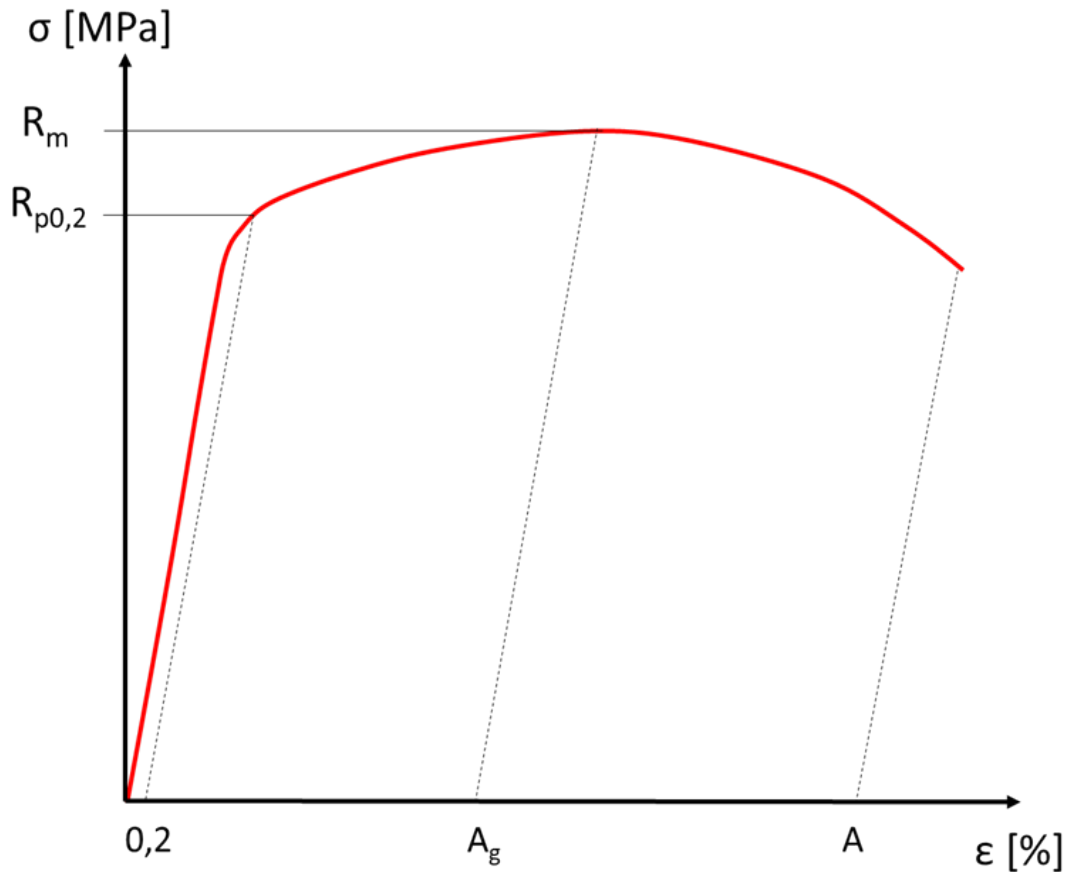

Abbildung 3: Spannungs-Dehnungs-Diagramm von Aluminium
Trittläche, Gabel und Lenker bestehen aus Aluminium. In einem Zugversuch wurde der Werkstoff überprüft und Kennwerte aufgenommen (siehe **Abb. 3**).
- c) Beschreiben Sie das in Abbildung 3 dargestellte Verhalten des Werkstoffs in den unterschiedlichen Bereichen. **(4 VP)**